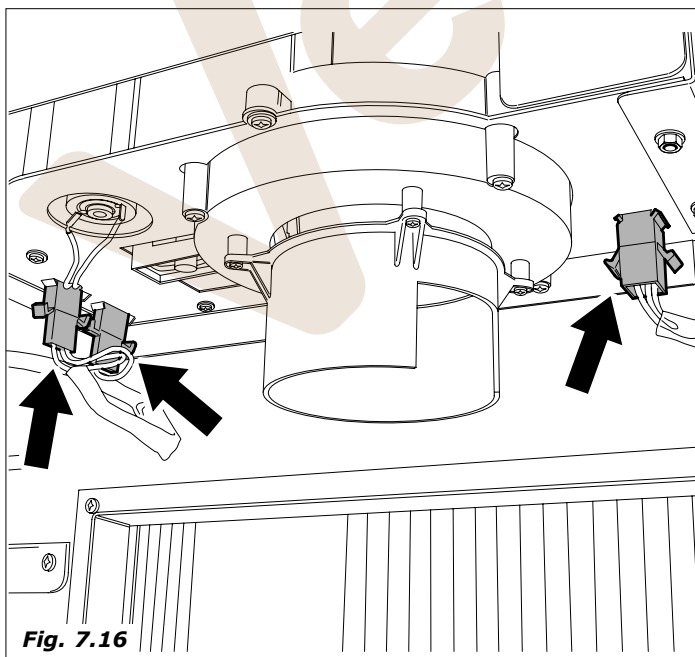

Fig. 7.16
- Desconectar los tres conectores eléctricos (Fig.7.16).